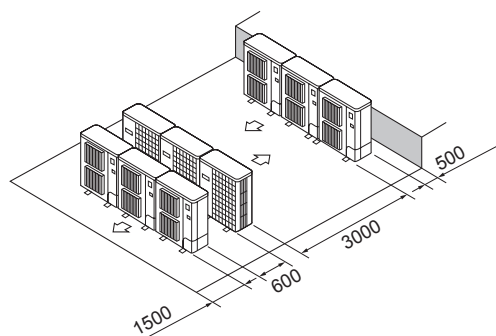

Fig. 2-17
- ⑥ Uppställning med flera parallella enheter (Fig. 2-17)